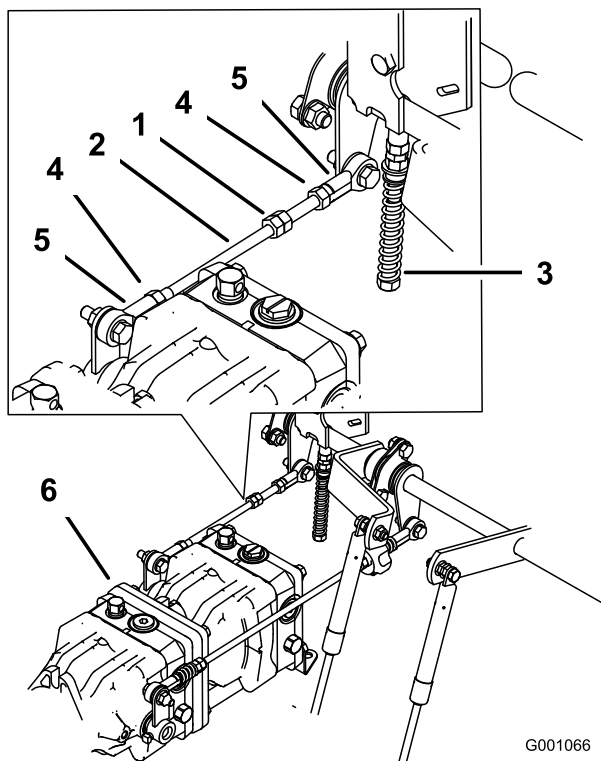

Figure 79
1. Desserrez les contre-écrous sur les rotules de la tige de commande de la pompe (Figure 79).
3. Réglez la longueur de la tige de pompe en tournant les doubles écrous dans le sens voulu, jusqu'à ce que la roue soit immobilisée ou tourne légèrement en arrière (Figure 79).
6. Serrez les contre-écrous contre les rotules (Figure 79).